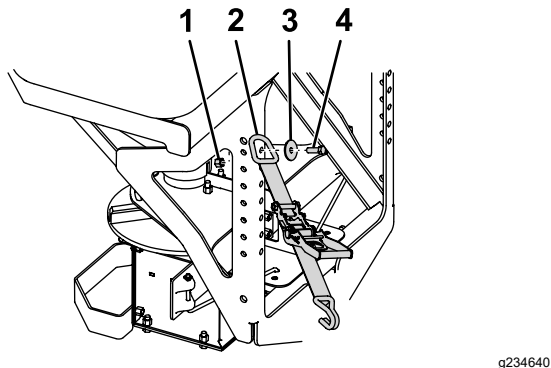

Bild 9
1. Befestigen Sie den D-Ring am Ende des Spanngurts mit einer Schraube (1/2"), Unterlegscheibe (1/2") und einer Sicherungsmutter (1/2") an den oberen Befestigungslöchern außen am Rahmen des Streuers und ziehen Sie die Schrauben auf ein Drehmoment von 76 N·m an, wie in Bild 9 dargestellt.